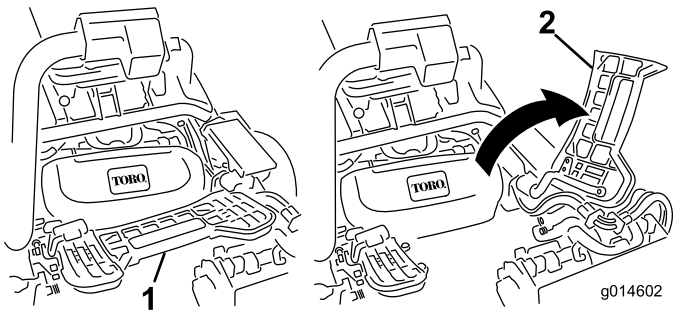

Figura 51
1. Levante el reposapiés y gírelo hacia arriba, para tener acceso a la posición de la unidad de corte central (Figura 51).